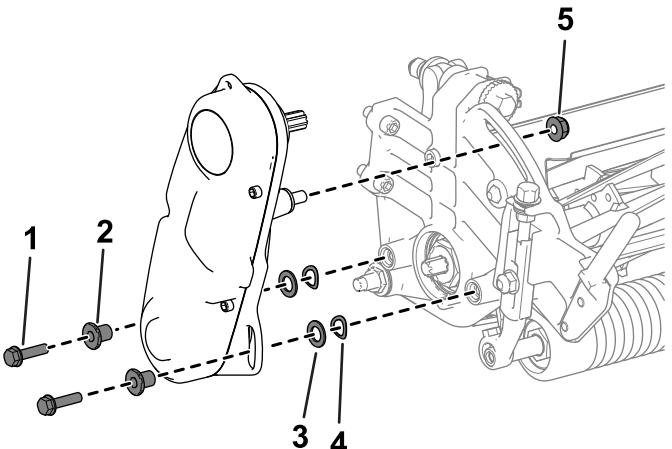

Рисунок 43
2. Снимите детали крепления узла привода барабана к боковой пластине (Рисунок 43).
3. Снимите узел привода барабана, плоские шайбы, пружинные шайбы и проставки с боковой пластины (Рисунок 43).